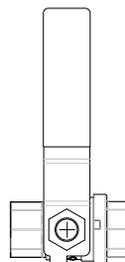

Figura 52: Válvula de suministro cerrada
2. Situado en el controlador TIREMAAX, gire la válvula de suministro a la posición cerrada (Figura 52).
3. **Localice** el controlador en el remolque. **Asegúrese** de que la válvula de suministro está en posición cerrada. Consulte Figura 52 en la página 48.